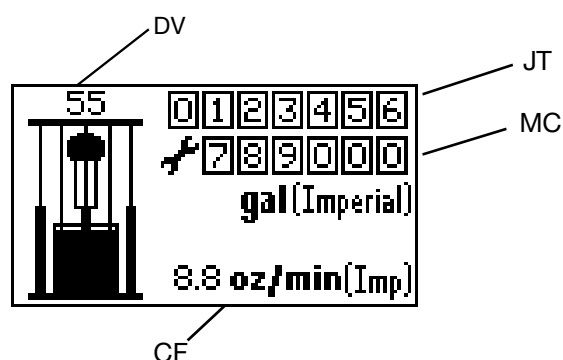

Fig. 18: Driftlägesskärm
3. Stänkskärmen (Fig. 17) blinkar medan förloppsindikatorn fylls på från vänster till höger. Därefter övergår displayen direkt till driftläget (Fig. 18).
Se Fig. 15 och Fig. 18.
2. I luftningsläget är räknaren för totalt antal jobb (JT) tom och räknar inte. Underhållsräknaren (MC) fortsätter dock att räkna ned.
3. Vid installation av ett nytt fat – håll  intryckt i luftningsläget för att återställa återstående fatvolym (DV) till fatfyllningsvolymen (DF).
4. Lämna luftningsläget genom att trycka på . Luftningssymbolen försvinner och lysdioden börjar blinka; skärmen återgår till driftläge (FIG. 18).
**OBSERVERA:** Om du inte trycker in någon knapp inom en minut efter att ha gått in på en inställningsskärm återgår systemet till driftläget (FIG. 18).
- a. Tryck på och släpp  för att gå in i diagnostikläget från driftläget (FIG. 18).